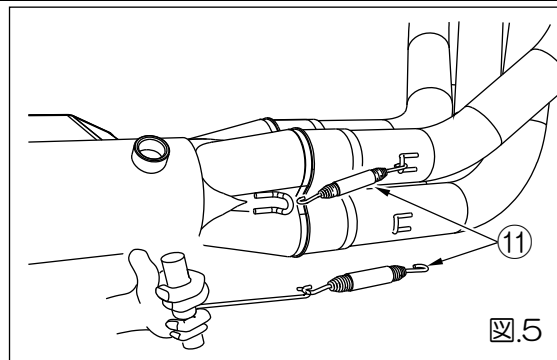

図.5
④ 図.5 を参考にフロントパイプとテールパイプを付属のマフラーズプリング(部品表⑩)で接続します。